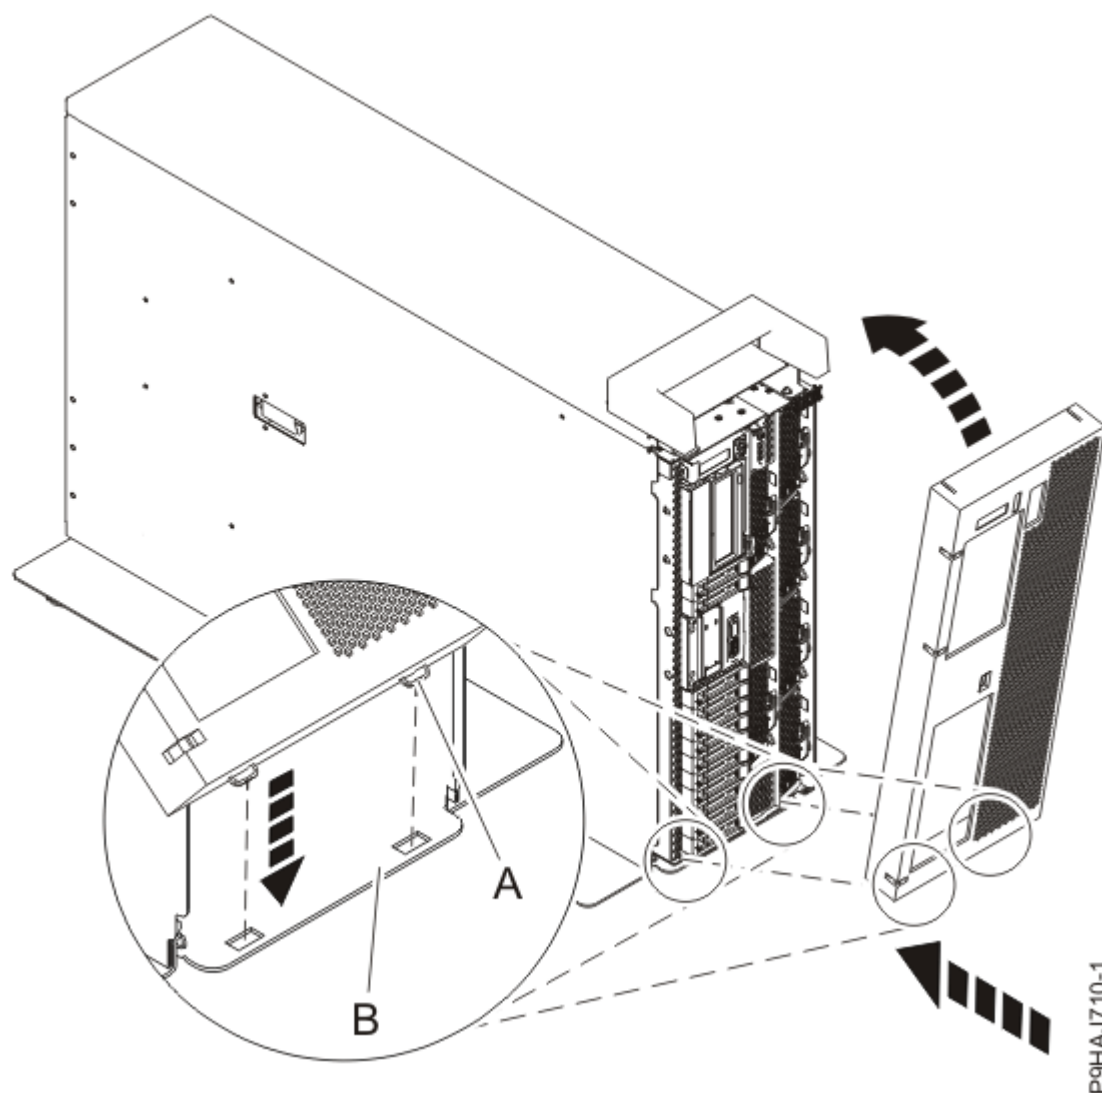

Figure 90. Installation du capot et du volet avant
- b) Alignez le capot jusqu'à ce que les deux pattes (**A**) soient placées dans les encoches de la plaque de base (**B**), comme illustré dans la Figure 90, à la page 95.